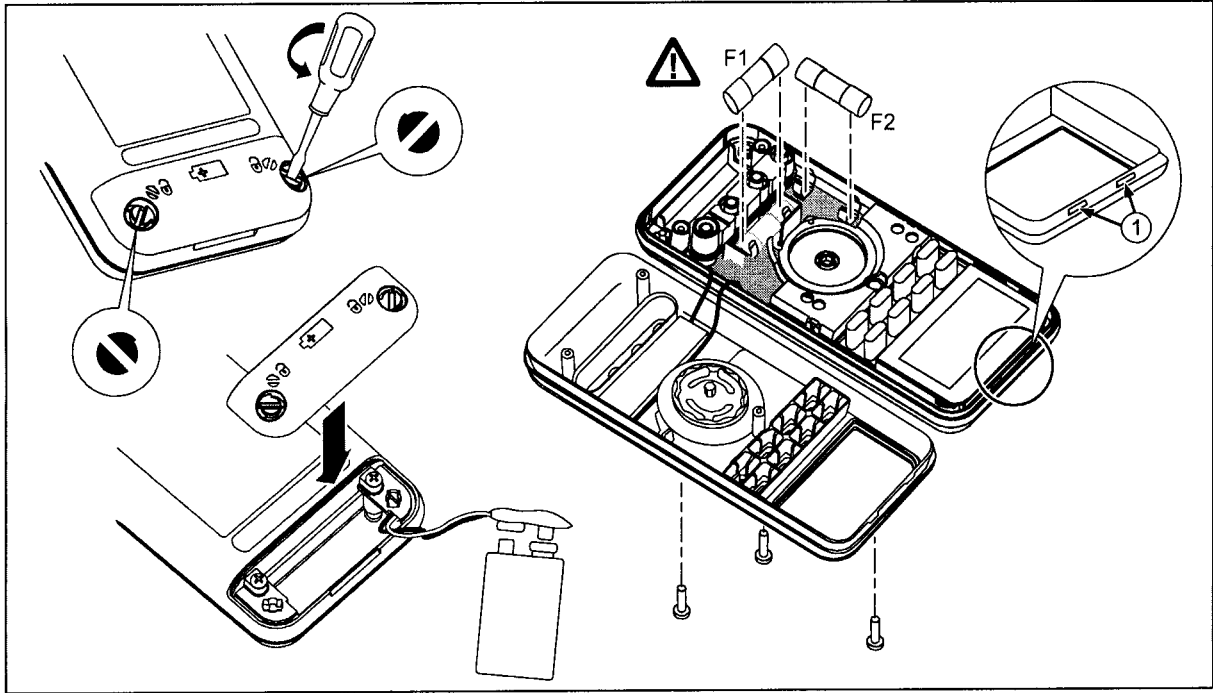

Abbildung 10. Ersetzen der Batterie und Sicherung
Die Batterie wie folgt ersetzen (siehe Abbildung 10):
- Die Sicherungen des Instruments gemäß Abbildung 10 ersetzen
- Abb. 10 (Detail 1)